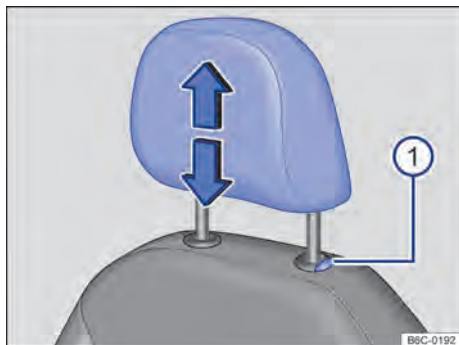
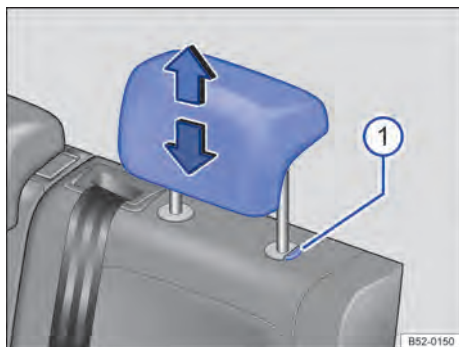

Fig. 69 Apoio para cabeça dianteiro: ajustar.
Fig. 70 Apoio para cabeça traseiros: ajustar.
- Deslocar o apoio para cabeça para cima ou para baixo na direção da seta com o botão → Fig. 69 ❶ ou → Fig. 70 ❶ pressionado → ▲ em *Introdução ao tema* na página 88.